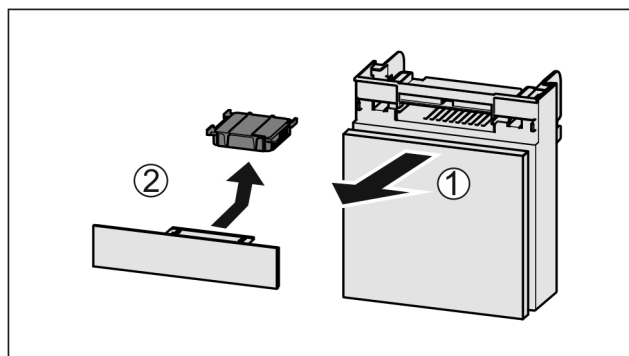

Fig. 199
- Dra ut Fig. 199 (1) lådan framåt.
- Ta ut Fig. 199 (2) aktivtkolfiltret.